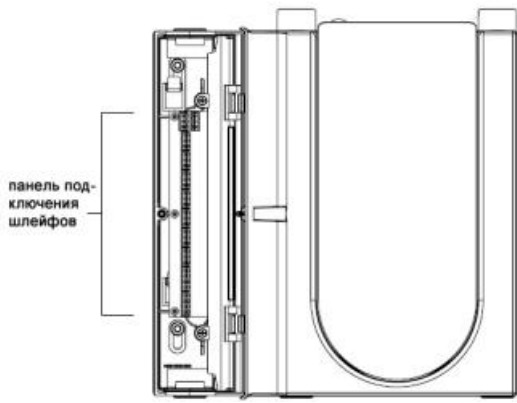

Рис.3 Подключение шлейфов питания и сигнала
1. Уложите все питающие и сигнальные провода в кабель-канал и через отверстие в корпусе извещателя заведите их в отсек с левой стороны блока, как показано на рис.3.